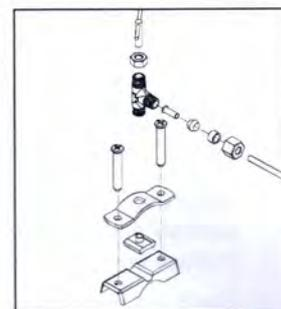

FIGURE 3
- Соберите суппорт клапана, который входит в установочный комплект коллектора (рис.3)